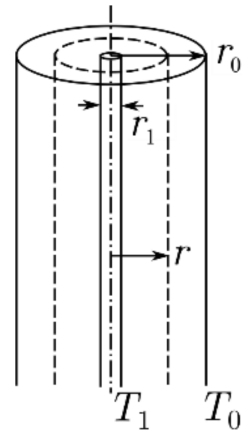

Рис. 1: Геометрия задачи
Рассмотрим стационарную теплопроводность в цилиндрической геометрии (см. рис. 1). Пусть тонкая нить радиусом  $r_1$  и длиной  $L$  помещена на оси цилиндра радиусом  $r_0$ . Температура стенок цилиндра  $T_0$  поддерживается постоянной. Пусть в нити выделяется некоторая тепловая мощность  $Q$  [Вт]. Если цилиндр длинный ( $L \gg r_0$ ), можно пренебречь теплоотводом через его торцы. Тогда все параметры газа можно считать зависящими только от расстояния до оси системы  $r$ . Вместо (1) имеем